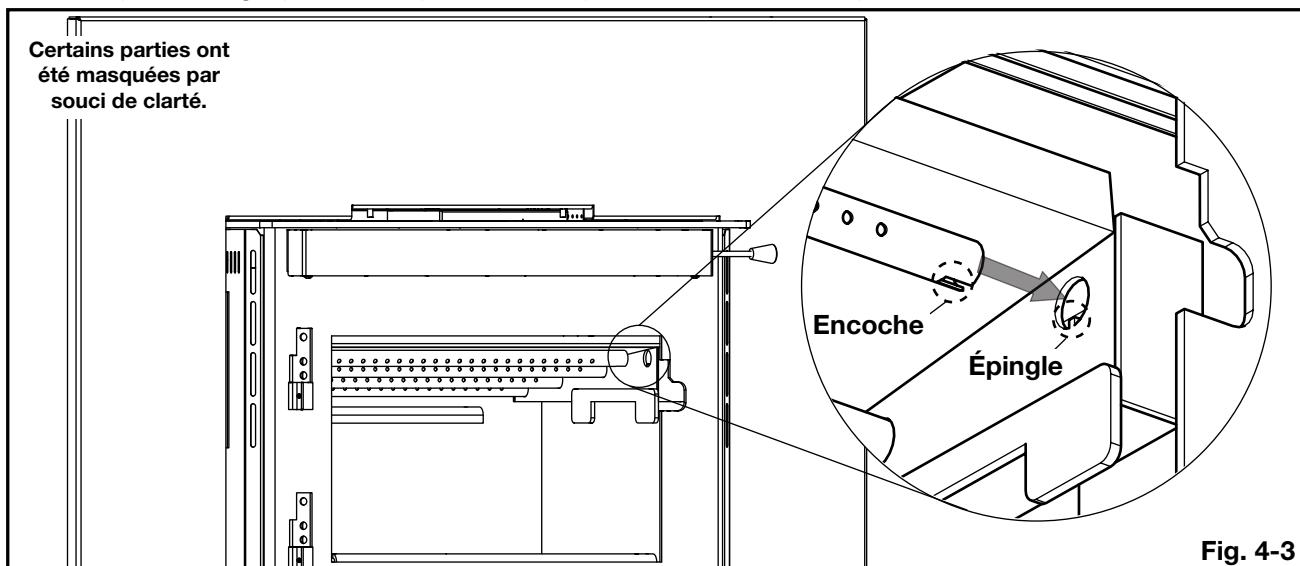

Fig. 4-3
2. Inserez le côté droit du tuyau d'air secondaire dans le trou dans **le côté droit** de l'appareil. Assurez-vous que l'encoche entre en contact avec l'épingle (**Fig. 4-3**).